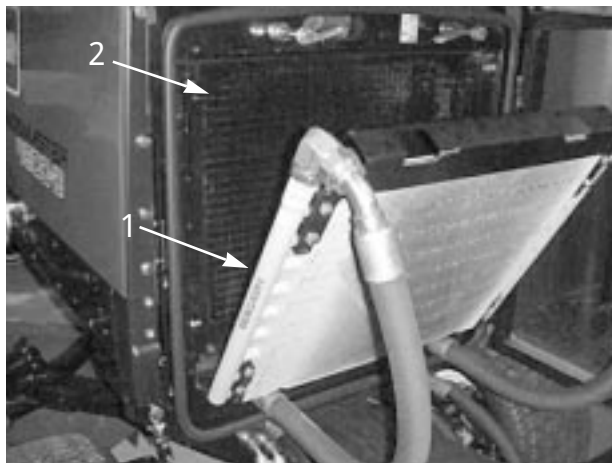

図 38
3. クーラを後ろに傾け（図38）、オイル・クーラとラジエターの裏表を圧縮空気で丁寧に清掃する。